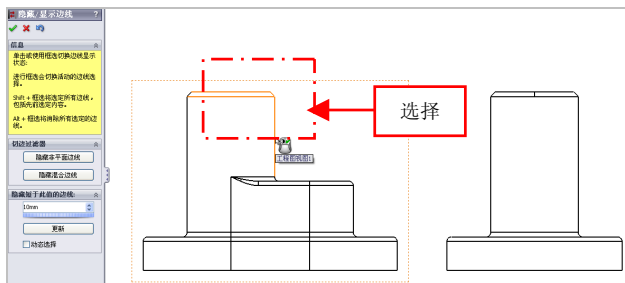

图 12-24 选择合适的边线对象
(3) 弹出【隐藏/显示边线】属性管理器，选择合适的边线对象，如图 12-24 所示。